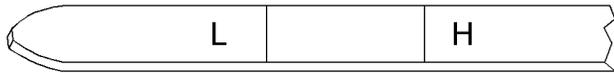

Abbildung 48
5. Einige Messstäbe sind möglicherweise mit "H" und "L" markiert, siehe Abbildung 48. Den Ölstand zwischen den Markierungen "L" und "H" am Messstab halten. Das Kurbelgehäuse nicht über die "H"-Markierung hinaus befüllen.